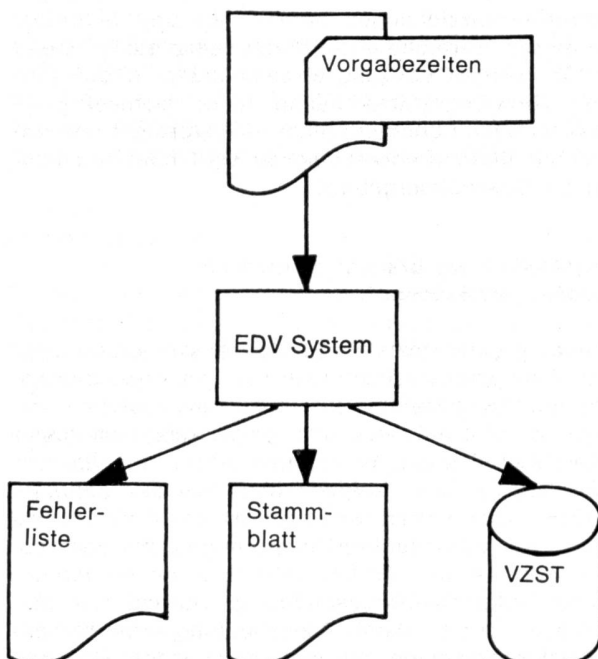

Abbildung 1
**Vorgabezeitenstamm:** Enthält alle fabrikations- und maschinenbedingten Daten mit fixem Charakter, wie z. B. Griffzeiten für die einzelnen Tätigkeiten, Spindelzahl der Maschine, Aufwand für unterschiedliche Partiewechsel, Putzaufwand nach entsprechenden Putzplänen usw. (siehe Abbildung 1).